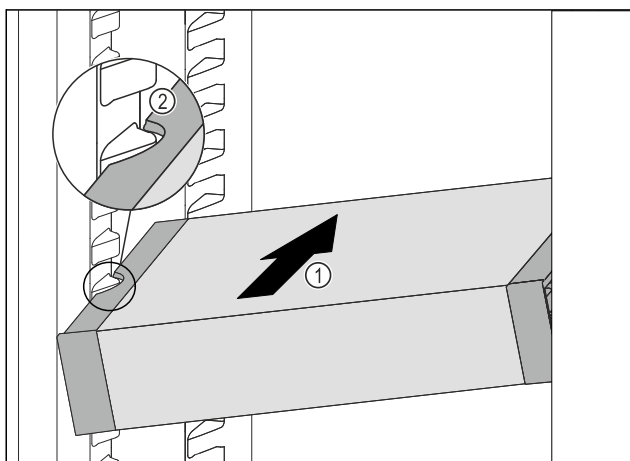

Fig. 102
- A VarioSafe fiókot ferdén tolja be a hűtőréssbe Fig. 102 (1) annyira, hogy a VarioSafe oldalsó kivágásai Fig. 102 (2) a hűtőréssben a tartóborda magasságában legyenek.